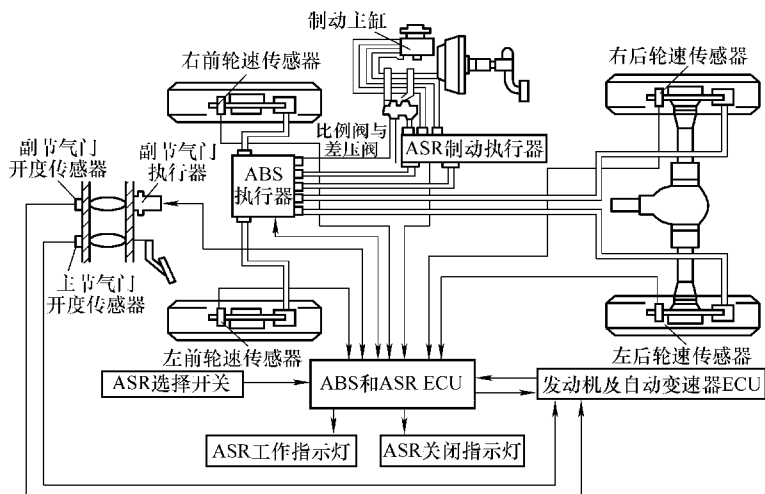

图 8-5 ASR 结构与工作原理
(1) 结构 ASR 由轮速传感器、节气门位置传感器、ABS/ASR ECU、执行器、车轮制动器等组成。
(2) 工作原理 ASR ECU 根据从前后轮速传感器传递的信号及发动机节气门开度信号来判断汽车的行驶条件, 经过分析判断, 对副节气门执行器、ASR 制动执行器发出指令, 执行器完成对发动机供油系统或点火时刻的控制, 然后对车轮制动器制动压力进行调整, 如图 8-5 所示。